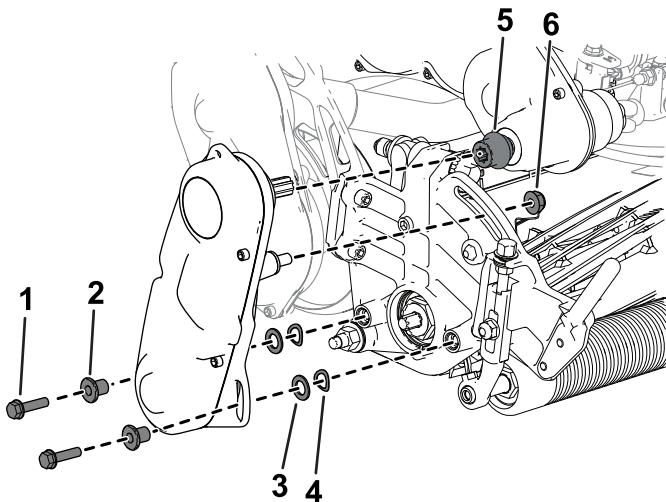

Figure 38
- 6. Fixez le système d'entraînement du cylindre à la plaque latérale de l'unité de coupe à l'aide des vis à tête creuse, des rondelles et des entretoises retirées précédemment (Figure 38). Veillez à installer l'arbre d'entraînement du cylindre sur le coupleur de l'arbre d'entraînement de la transmission (Figure 38).